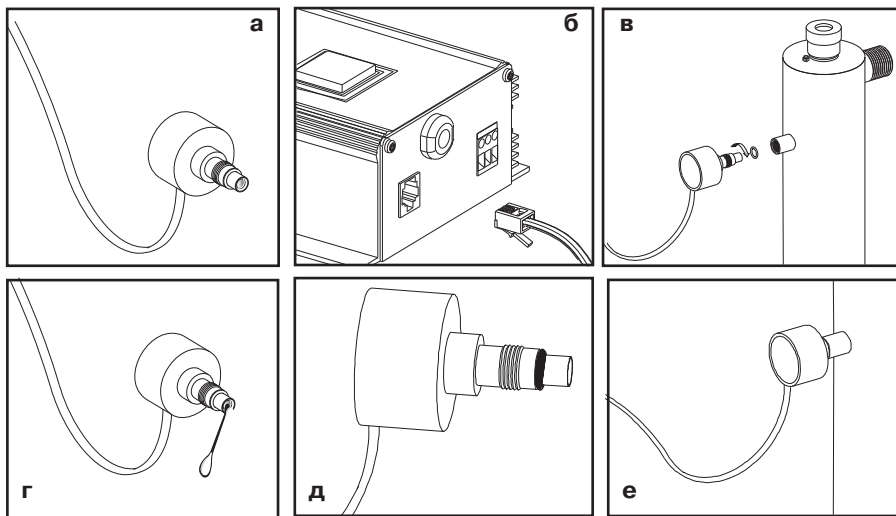

Рис. 5
1. Отложения минеральных солей и механических примесей на кварцевом окошке датчика снижают регистрируемую дозу УФ-излучения. Своевременное обслуживание системы префильтрации снижает накопление отложений. Если система диагностирует низкую дозу УФ-излучения, то причиной может быть загрязненная кварцевая трубка и/или кварцевое окошко датчика (**рис. 5а**). При необходимости извлеките датчик и очистите его. Повторяйте процедуру очистки
2. Выполните процедуры, описанные в разделе ОЧИСТКА И ЗАМЕНА КВАРЦЕВОЙ ТРУБКИ. Кварцевая трубка должна очищаться одновременно с УФ-датчиком. Отсоедините УФ-датчик от контроллера (**рис. 5б**). Осторожно выкрутите датчик из корпуса реактора (**рис. 5в**).
3. Очистите кварцевое окошко датчика с помощью очистителя накипи и ватного тампона (**рис. 5г**). Будьте осторожны, чтобы не поцарапать кварц.
4. Наденьте уплотнительное кольцо на датчик (**рис. 5д**) и вкрутите его в корпус реактора (**рис. 5е**), не перетягивая.